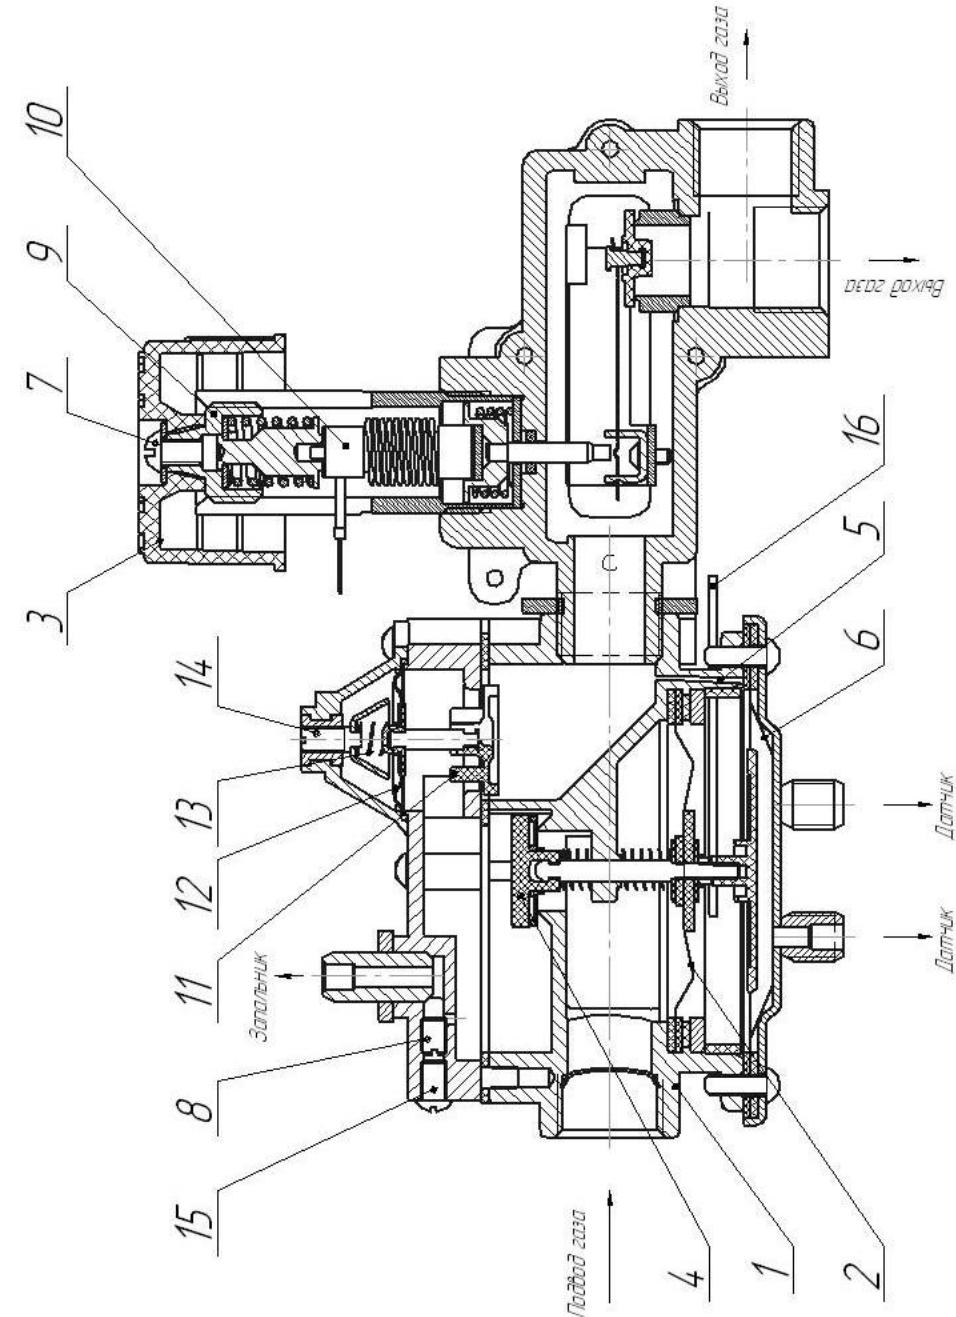

Рисунок 2 – Схема блока управления
Поддержание давления газа в коллекторе ГГУ на автоматике САБК – С – РД выполняется регулятором давления газа, встроенным в клапан – отсекатель (см. рис.2), состоящего из клапана 11, регулировочного винта 14, мембранны 12, и пружины 13. В данной модели автоматики предусмотрена регулировка мощности запальной горелки перекрытием отверстия «А» жиклером 8.
11.3.2 Порядок проведения настройки (см. рис. 2):
11.4.2 Порядок замены термодатчика (см. рис.2):
11.5 Настройку мощности запальной горелки выполнять вращением жиклера 8 (см. рис.2), предварительно выкрутив винт 15. После настройки установить винт 15, обеспечив герметичность.